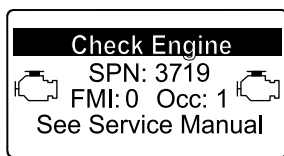

Figura 56
- Aviso do motor SPN 3719, FMI 0 (Figura 56)